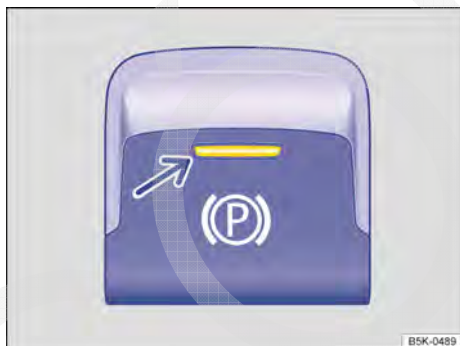

Fig. 184 Na parte inferior do console central: botão do freio de estacionamento eletrônico.
- Puxar e segurar o botão → Fig. 184.
- Se a luz de controle no botão → Fig. 184 (seta) e a luz de controle *vermelha* no display do instrumento combinado se acenderem, o freio de estacionamento eletrônico está ligado → Página 248.
- Pressionar o botão → Fig. 184. Pisar simultaneamente com força no pedal do freio ou pisar levemente no pedal do acelerador com o motor em funcionamento.
- A luz de controle do botão → Fig. 184 (seta) e a luz de controle *vermelha* no display do instrumento combinado se apagam.
Um desligamento automático do freio de estacionamento eletrônico pode ser impedido puxando permanentemente o botão  → Fig. 184 para cima durante o processo de arranque.
- Manter o botão  → Fig. 184 puxado para frear o veículo **com força**. Ao mesmo tempo é emitido um sinal de advertência sonoro.
- Pressionar o botão → Fig. 184. A função Auto Hold está desligada.